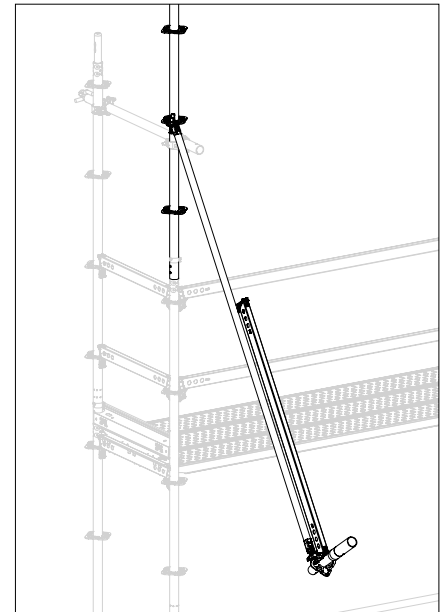

Abb. A4.03b
2. Knotendiagonale an festgelegter Rosette des Vertikalstiels montieren. Auf eingerasteten Bolzen achten. (Abb. A4.03b)